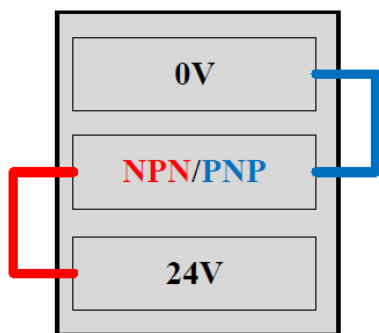
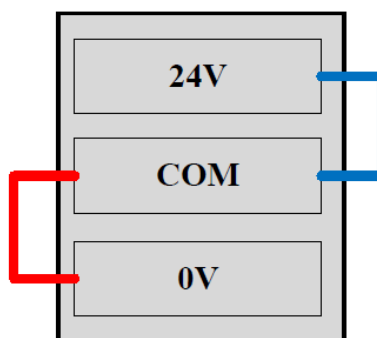

图 2-16: NPN/PNP 配置接口连接方式
图 2-17: COM 接口连接方式
- NPN → 连接至 24V 端口（参考图 2-16 中红色连接线）
- COM 口 → 连接至 0V 接口（参考图 2-17 中红色连接线）
- PNP → 连接至 0V 端口（参考图 2-16 中蓝色连接线）
- COM 口 → 连接至 24V 接口（参考图 2-17 中蓝色连接线）
请严格按照图 2-16至图 2-17所示方式正确连接端子，确保 COM 端的连接与相应的 NPN 或 PNP 信号配置相匹配。系统会自动检测 NPN、PNP 配置是否与 COM 端口连接相匹配，若连接缺失或连接错误，则会触发安全系统报警。